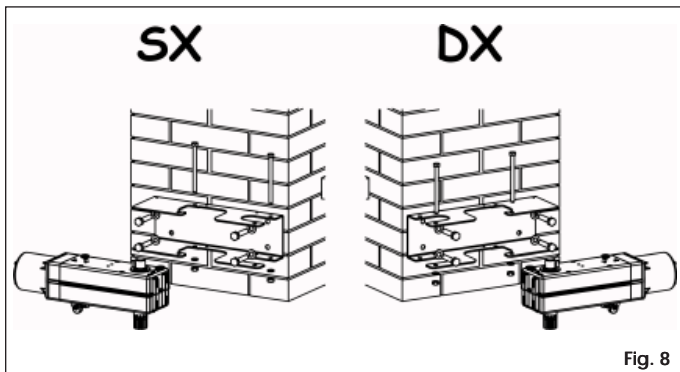

Fig. 8
- Fixer, en vérifiant que l'horizontalité soit parfaite, la plaque de base au pilier en utilisant des vis Ø10 et des chevilles appropriées (Fig. 8).
- Insérer le groupe motoréducteur dans la plaque de base et le fixer avec deux vis, les écrous correspondants et les rondelles élastiques (Fig. 8).